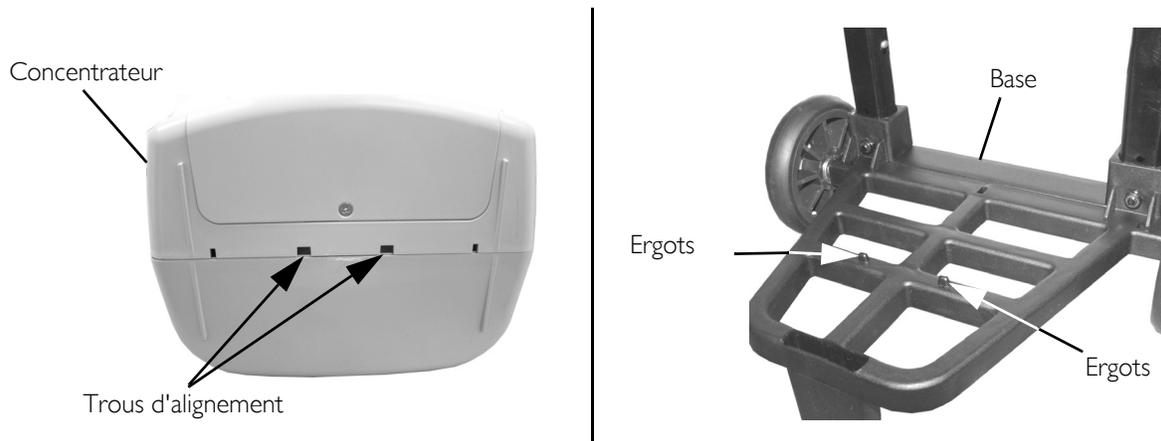

FIGURE 4 Positionnement du concentrateur sur le chariot
8. Positionnez le concentrateur sur la base en alignant des trous sur la partie inférieure du concentrateur avec les ergots de la base du chariot (FIGURE 4).